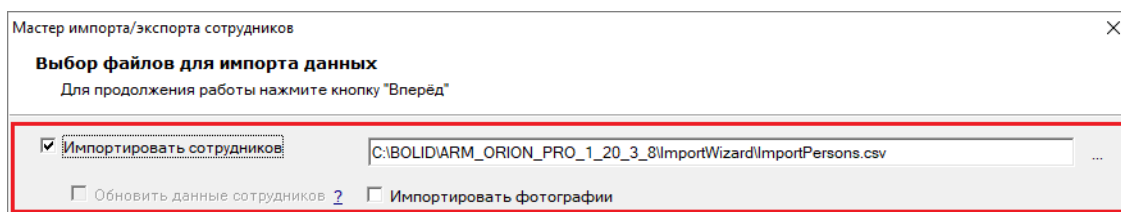

Рисунок 14-10 Выбор импорта данных персонала
- **Импортировать сотрудников** – установите флаг напротив этого параметра, чтобы выбрать для импорта в БД из файлов данные персонала. После установки флага (см. Рисунок 14-10) станет доступно поле для определения адреса файла, из которого будет осуществляться импорт данных (по умолчанию – файл «ImportPersons.csv» в папке «ImportWizard», расположенной в каталоге с установленным АРМ «Орион Про»), а также появятся варианты импорта: